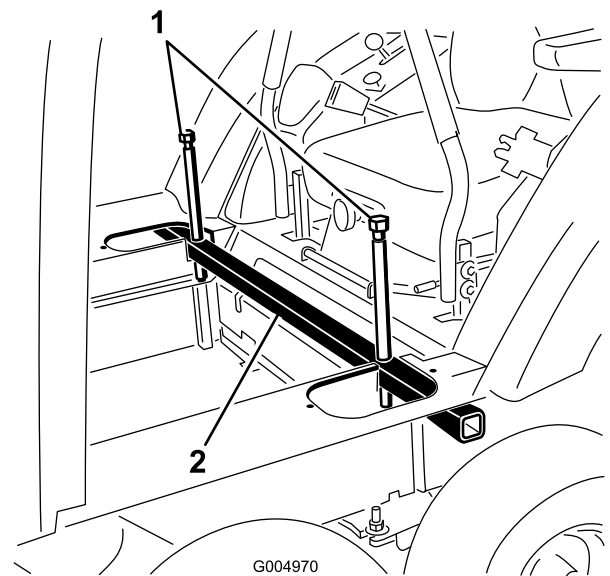

Figura 24
10. Baje la cabina a su posición final aflojando lenta y uniformemente los pernos de elevación en cada lado del tubo de elevación (Figura 24).